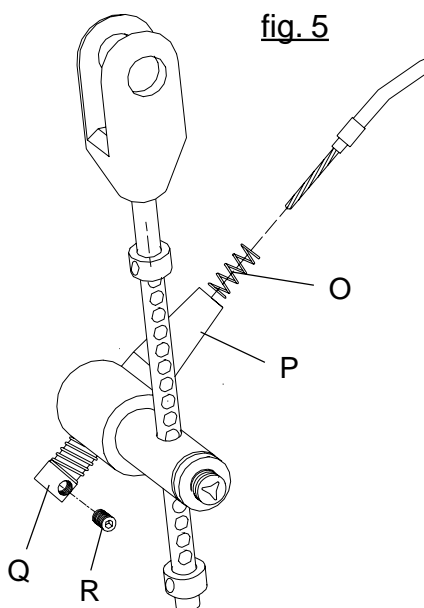

fig. 5
Sitstippning / timplås, se fig. 5.
1. För in vajern genom fjädern (O) fig. 5, vidare genom hylsan (P) och ut genom låstappen (Q). **Notera: Fjäders (O) medföljer satsen, kassera den gamla fjädern**